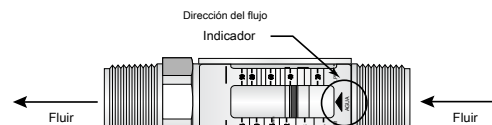

Figura 1: Dirección de flujo
Estos medidores solo aceptan flujo en una dirección. Asegúrese de alinear el *FlowArrow*, ubicado en la parte inferior de la escala de flujo del medidor, en la misma dirección que el flujo de línea anticipado. Ver *Figura 1*.
El caudalímetro se corresponde con la dirección del caudal del sistema. Ver *Figura 1*.
6. Asegúrese de que la flecha de dirección del flujo en el medidor de flujo corresponda con la dirección del flujo del sistema. Ver *Figura 1*. Lubrique la junta tórica de la unión y conecte la unión.
7. Coloque el caudalímetro entre los dos accesorios de latón instalados. Asegúrese de que la flecha de dirección del flujo en el caudalímetro corresponde con la dirección del flujo del sistema. Ver *Figura 1*. Enrosque los dos acopladores hexagonales de latón en el cuerpo del caudalímetro.
8. Coloque el medidor de flujo entre los dos accesorios instalados. Asegúrese de que la flecha de dirección del flujo en el medidor de flujo corresponda con la dirección del flujo del sistema. Ver *Figura 1*. Enrosque los dos acopladores hexagonales en el cuerpo del caudalímetro.
2. Enrosque la entrada del caudalímetro en la conexión de tubería adecuada. Asegúrese de que la flecha de dirección del flujo en el medidor de flujo corresponda con la dirección del flujo del sistema. Ver *Figura 1*.